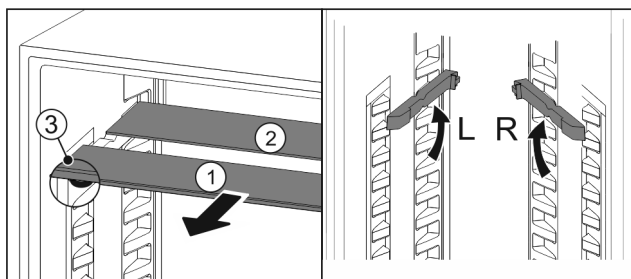

Fig. 94
- ▶ Træk glaspladerne ud enkeltvis fremad Fig. 94 (1).
- ▷ Glasplade Fig. 94 (1) med pyntelisten ligger foran.
- ▷ Stoppene Fig. 94 (3) peger nedad.